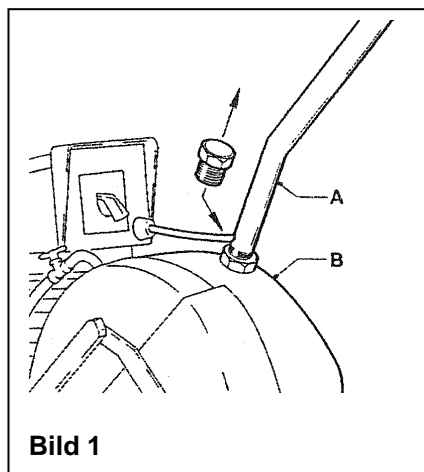

Bild 1
- Ta av plastpropp från såghuvudet (bild. 1/B). Vid behov kan en lyftkrok skruvas i öppningen M20 DIN 580.
- Skruva handtag i såghuvudet och fäst det med en kontramutter (bild. 1/A).